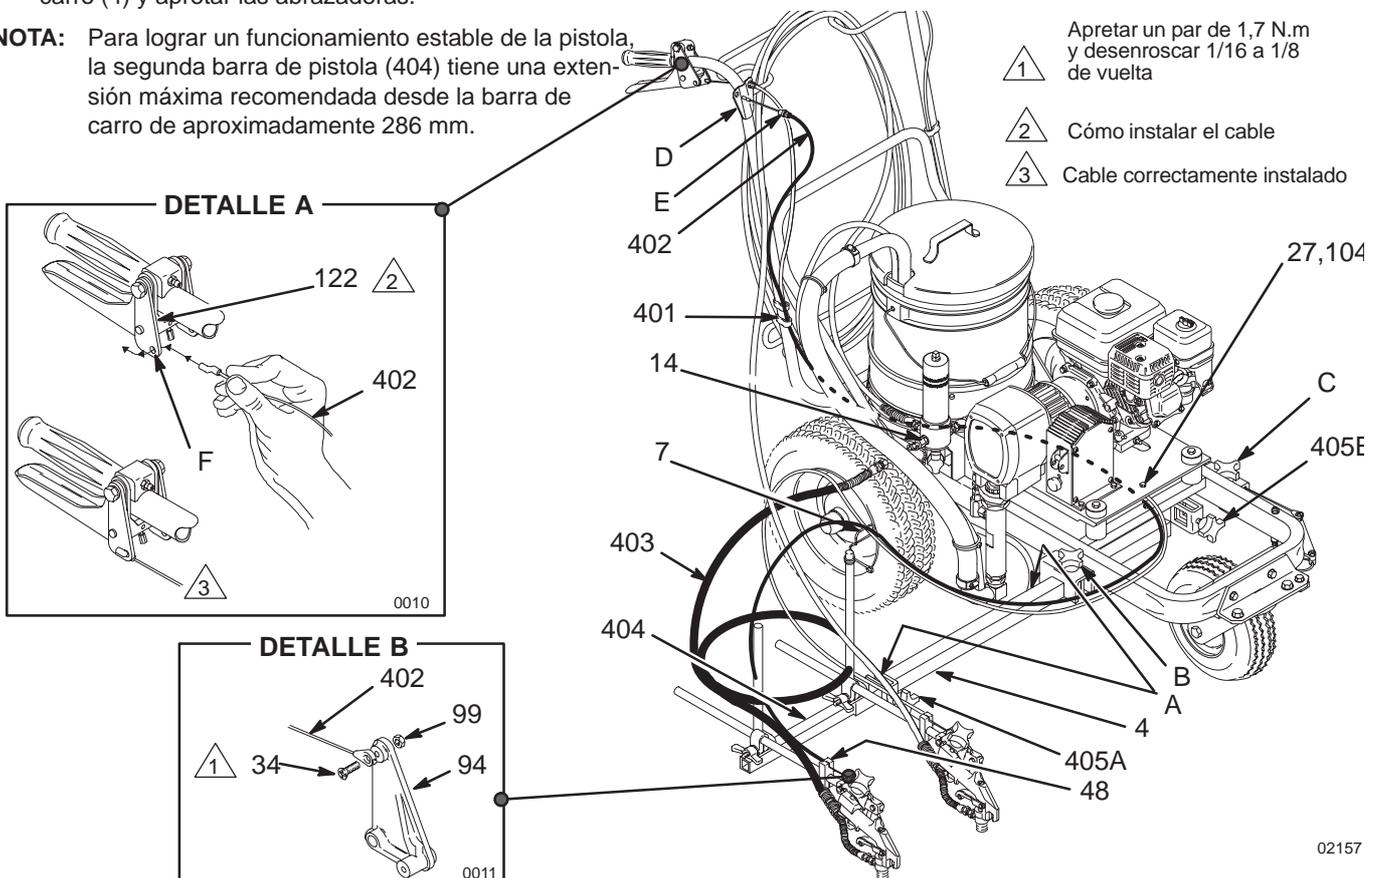

Fig. 4
NOTA: La Fig. 4 representa la instalación en el paso 3.
1. Soltar el cable de gatillo del bloque (48) de la pistola ya instalada en la unidad. Véase la página 18. Enganchar el cierre de seguridad del gatillo de la pistola
2. Aflojar las abrazaderas del carro (B, C). Deslizar la barra del carro (4) hasta sacarla del carro.
3. Para el montaje de la barra de la segunda pistola en el lado bomba del carro: Deslizar una abrazadera (405A) en la barra del carro (4). Deslizar la barra del carro a través de la abrazadera del carro del lado bomba (B) y dentro del centro del carro. A continuación deslizar otra abrazadera (405B) en la barra del carro. Véase la Fig. 4.
4. Deslizar la barra de carro (4) a través de la abrazadera de carro opuesta. Apretar las abrazaderas de carro (B, C).
5. Deslizar la segunda barra de pistola (404) dentro de la barra de carro lo suficiente como para que la abrazadera (405B) se enganche en la barra. Posicionar las abrazaderas (405A, 405B) sobre las muescas (A) en la barra de carro (4) y apretar las abrazaderas.
6. Desconectar el cable de gatillo de la segunda pistola en el tornillo (34). Véase la Fig. 4, DETALLE B.
7. Desenroscar la segunda tapa de salida del filtro (14). Enroscar la manguera corta (403) en la boquilla del filtro.
8. Retirar el tornillo de la abrazadera guía (27).
9. Encajar el casquillo del cable (E) en la placa guía (D). Encaminar el cable del gatillo (402) de manera que sea paralelo al cable principal de pistola, separando la abrazadera guía (104) para alimentar el cable a través de ésta. Instalar y apretar el tornillo de abrazadera (27). Encaminar el cable a través de la guía de cable (7) y dentro de la segunda pistola.
10. Deslizar el extremo en forma de gancho del cable (402) a través del agujero (F) dentro de la placa de palanca (122). Rotar y deslizar el gancho hacia atrás hasta que se enganche en la placa. Véase el DETALLE A.
11. Volver a conectar el cable del gatillo a la segunda pistola en el tornillo (34). Apertar al tornillo a un par de 1,7 N.m, desenroscarlo 1/16 a 1/8 de vuelta y a continuación apertar la tuerca de inmovilización (99) sujetando al mismo tiempo el tornillo (34). Cerciorarse de que la placa (94) se mueve libremente.
12. Instalar el clip (401) para sujetar el cable al bastidor.
13. Conectar ambos cables de gatillo a los bloques (48). A continuación ajustar la tensión del cable. Véanse las páginas 17 y 18.